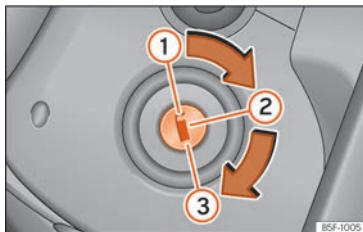

Fig. 251 Posiciones de la llave de contacto.
»» **fig. 251 ①**.
- Gire la llave hasta la posición » fig. 251 ①.
- Extraiga la llave de encendido en la posición » fig. 251 ① » ⚠.